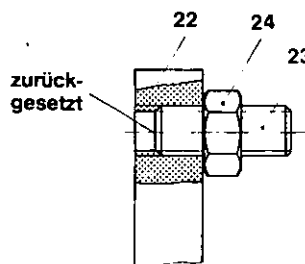

Bild 17
- Kontermuttern (24) lösen,
- Gewindestifte (23) zurücksetzen, Bild 17